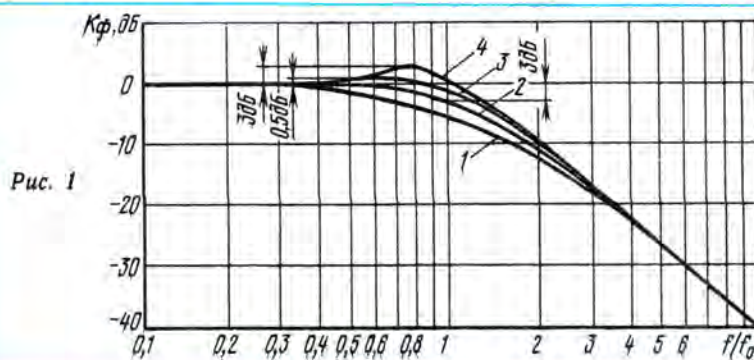
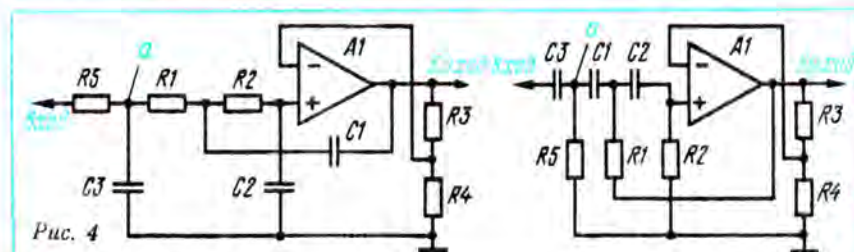
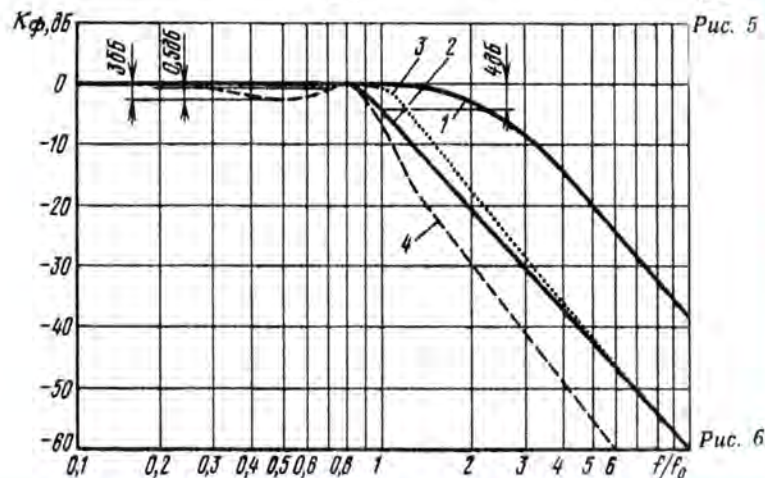

Рис. 1
Рис. 4
Рис. 6
В зависимости от формы АЧХ фильтры верхних и нижних частот делятся на несколько классов. Фильтр того или иного класса выбирают, исходя из конкретной задачи, стоящей перед радиолюбителем-конструктором. Для примера на рис. 1 показаны АЧХ простейших (второго порядка) ФНЧ. Цифрой 2 здесь обозначена АЧХ фильтра Баттерворта, имеющего плоскую характеристику в полосе пропускания со спадом на 3 дБ на частоте  $f_0$ . АЧХ фильтров Чебышева, обозначенные цифрами 3 и 4, практически не имеют спада на частоте  $f_0$ , но отличаются волнообразным характером. Неравномерность АЧХ этих фильтров в полосе пропускания может быть от 0,5 дБ (характеристика 3) до 3 дБ (характеристика 4), причем крутизна спада сразу за частотой  $f_0$  у них выше, чем у фильтра Баттерворта. Наконец, в фильтре Бесселя (1) представляет интерес ФЧХ, которая линейна в полосе пропускания. Этим объясняется его за-
Параметры ФВЧ, АЧХ которого симметричны характеристикам ФНЧ относительно линии, проходящей через частоту  $f_0$  (рис. 1), определяют (приняв  $C1=C2=C$ ) по формулам:
Крутизна АЧХ ФНЧ и ФВЧ второго порядка за частотой среза составляет 12 дБ на октаву. Если необходима АЧХ с большей крутизной, используют фильтры более высоких порядков. Фильтры третьего порядка получают добавлением RC цепей на входах фильтров второго порядка. Схемы таких ФНЧ и ФВЧ показаны соответственно на рис. 4 и 5, а АЧХ ФНЧ третьего порядка — на рис. 6 (обозначения те же, что и на рис. 1). Фильтр четвертого порядка нетрудно
Активные фильтры вплоть до пятого порядка включительно удобно рассчитывать, пользуясь таблицей. Делается это в такой последовательности. По рис. 1 или 6 выбирают АЧХ нужной формы и определяют класс (Бесселя, Баттерворта и т. д.) и порядок фильтра. Из таблицы находят параметр затухания  $\alpha$  и частоты среза звеньев фильтра (их получают умножением частоты среза фильтра на коэффициенты пересчета  $k_f$ , приведенные в таблице). Параметры элементов фильтров рассчитывают по приведенным выше формулам.
Настройку фильтров нечетного порядка (например, третьего) начинают с его  $RC$  звена ( $R5C3$  на рис. 4 и 5).